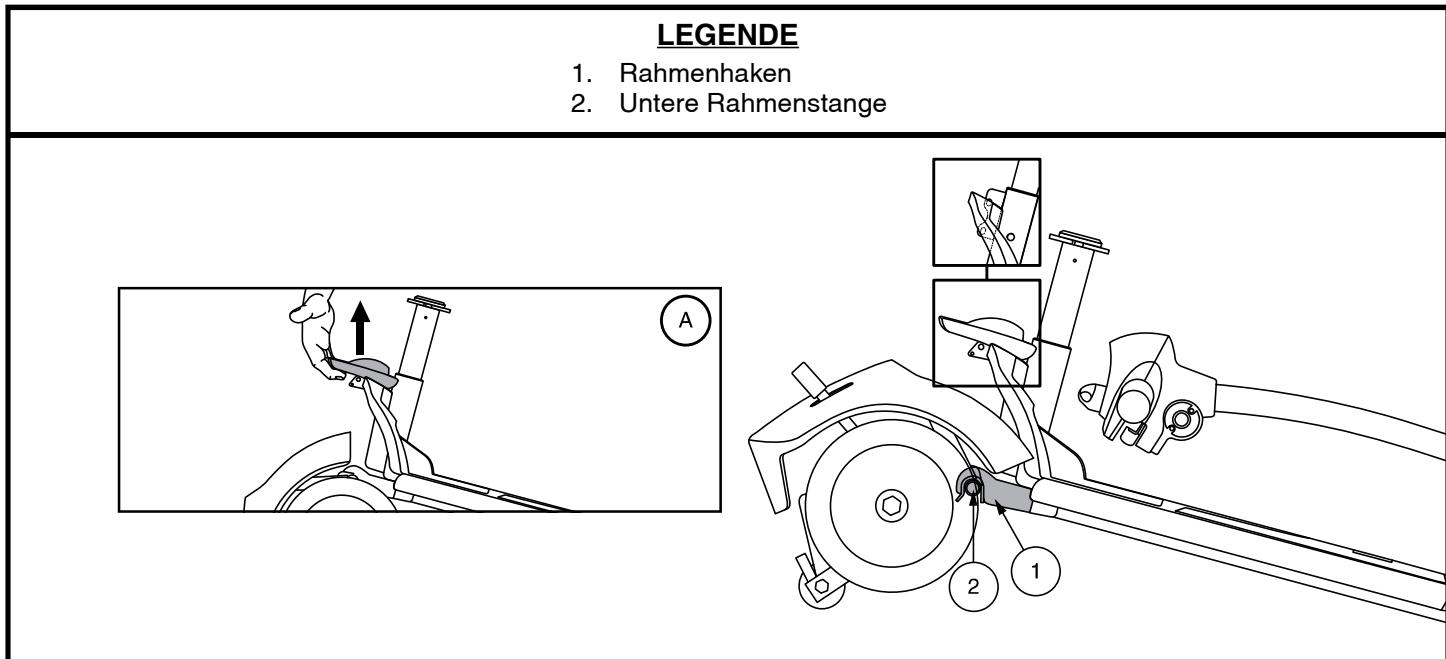

Abb. 19. Rahmenverriegelungshebel
3. Trennen Sie vorsichtig die beiden Teile. **Siehe Abb. 19.**
1. Benutzen Vorderteils den Rahmenverriegelungshebel. Sie zum Anheben und richten Sie die Rahmenhaken des Vorderteils an der unteren Rahmenstange des Heckteils aus. **Siehe Abb. 19.**
2. Wenn sich die Ramenhaken über der unteren Rahmenstange befinden, senken Sie das Vorderteil ab und drehen gleichzeitig das Heckteil. Greift dadurch automatisch die Rahmenverriegelung. **Siehe Abb. 19.**